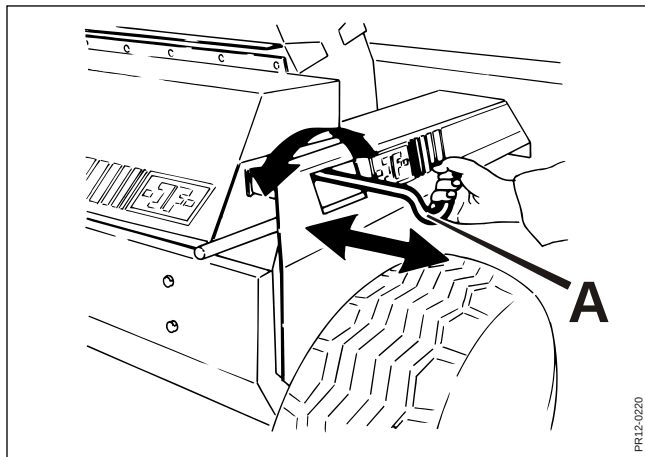

Fig. 4-21
- Fig. 4-21** 3. Slibestenen indstilles, så den står 2-3 mm fra knivene, ved at dreje håndtag A.